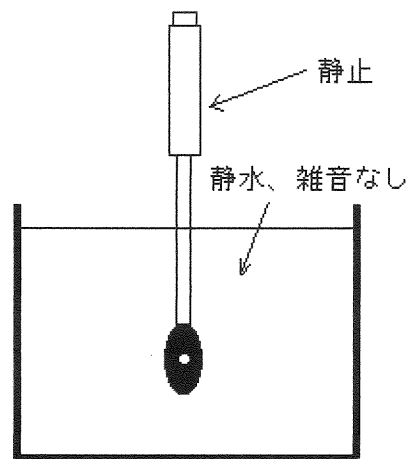
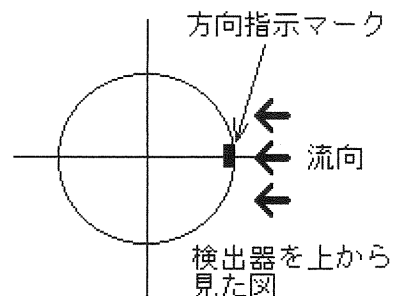

図 1
図 2
9.1 本体部 LP3100（付図1参照）
①POWER	POWER スイッチを押すことにより、ON/OFF 出来ます。
②LCD	20 文字 4 行の液晶表示器です。操作及び測定はここに表示されます。
③キースイッチ	電源以外の操作は全てこの 16 キースイッチにて行います。
④INPUT	検出器を接続するコネクタです。検出器接続ケーブルを接続して下さい。
⑤DC IN	AC アダプターを接続するコネクタです。
⑥RS232	付属のパソコン接続ケーブルを接続するコネクタです。データをパソコンに転送します。
9.2 検出器 LPT-200-09PS (付図2参照)
検出器をバケツなどの静水中に固定し、ゼロ調整を行って下さい。この際、先端部が壁面につかないように、水中の中心部に固定して下さい。(図 1 参照) 先端部が壁面についていると、正確なゼロが取れません。
検出器の方向指示マークと流れの方向は図 2 の様になっています。